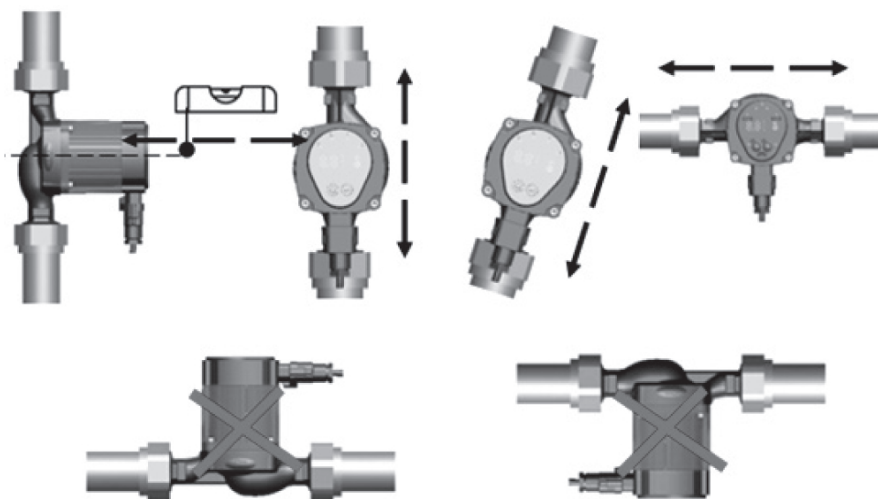

Рисунок 2. Правильное установочное положение двигателя
- вал двигателя насоса должен располагаться строго горизонтально (Рис. 2);